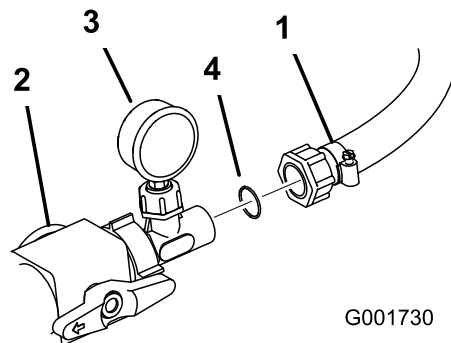

Figura 17
18. Installate un O-ring di plastica tra il gruppo dell'indicatore della pressione e il flessibile che porta al gruppo dell'avvolgitubo. Collegare il flessibile al gruppo (Figura 17). Serrate il dado di plastica al flessibile per fissarlo al gruppo dell'indicatore della pressione.